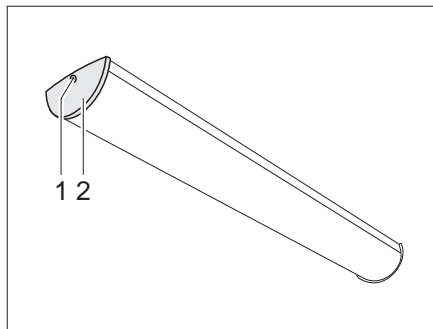

Fig. 278 Eclairage de la cellule
- Dévisser la vis (Fig. 278,1) et retirer le couvercle (Fig. 278,2).